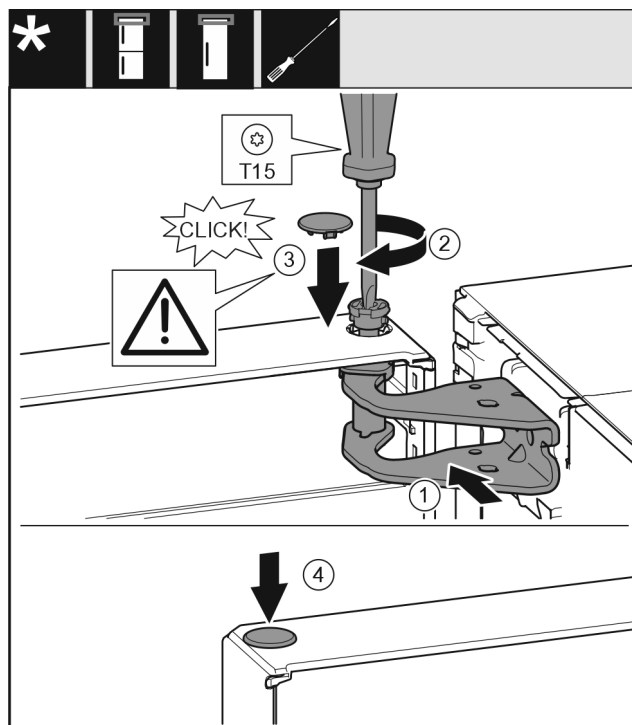

Fig. 15
- ▶ Alinee la parte superior de la puerta respecto a la abertura en el soporte de cojinete. Fig. 15 (1)
- ▶ Introduzca el perno y atorníllelo con el destornillador T15. Fig. 15 (2)
- ▶ Montar la cubierta del seguro para asegurar la puerta: introduzca la cubierta del seguro y compruebe si descansa sobre la puerta. De lo contrario, introduzca por completo el perno. Fig. 15 (3)
- ▶ Coloque el tapón. Fig. 15 (4)